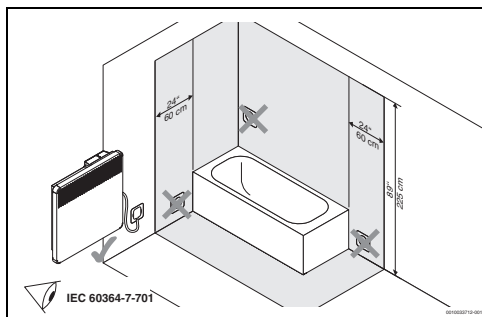

Fig. 3
Montar el convector únicamente fuera del sector de seguridad (visualizado en gris → fig. 3, pág. 45).
- Montar el convector únicamente fuera del sector de seguridad (visualizado en gris → fig. 3, pág. 45).